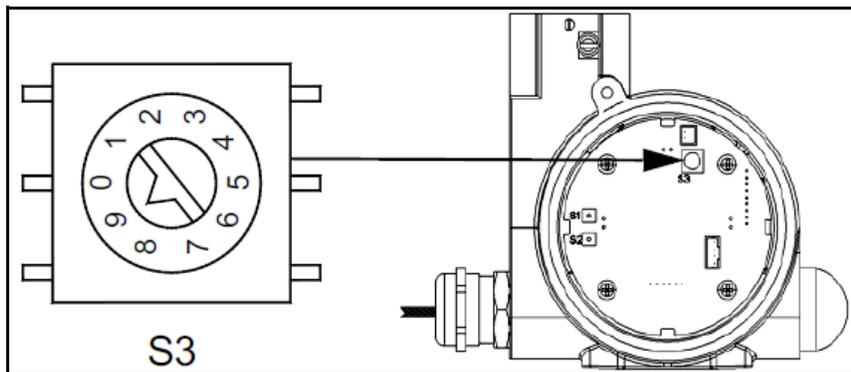

Figure 13: Réglage du commutateur S3
Deux boutons (**S1** et **S2**) et un commutateur rotatif (**S3**) sont placés sur la carte électronique. Le bouton **S1** est utilisé pour étalonner la valeur HR de 11,3 % avec une solution saline de chlorure de lithium, tandis que le bouton **S2** sert à étalonner la valeur HR de 75,4 % avec une solution saline de chlorure de sodium. Le commutateur **S3** est réglé à la position 9 pour le mode étalonnage (voir Figure 13 ci-dessous).
- Si le relevé de l'ampèremètre est stable à 5,80 mA (ou 11,3 % sur un afficheur), appuyez sur S1 pendant au moins une seconde. Cette opération attribue la valeur d'humidité relative de 11,3 %. Si seul l'étalonnage de la valeur basse de l'humidité relative doit être effectué, remettez le commutateur S3 à la position 0 (voir Figure 13, page 16). Sinon, passez à la section suivante pour étalonner le relevé HR haut.
- Si le relevé de l'ampèremètre est stable à 16 mA (ou 75,4 % sur un afficheur), appuyez sur S2 pendant au moins une seconde. Cette opération attribue la valeur d'humidité relative de 75,4 %. Remettez le commutateur S3 à la position 0 (voir Figure 13, page 16).